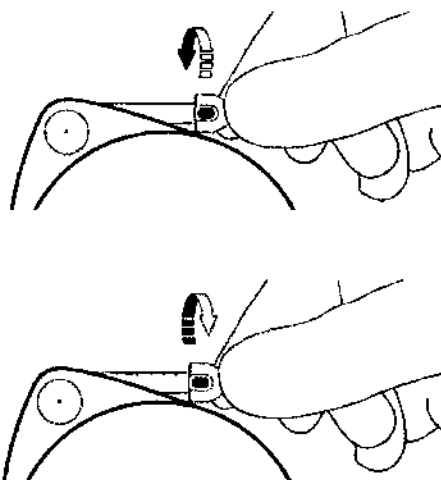

Figura 25. Gire el conector para comprobar si está fijado correctamente a la bomba.
c. Gire el conector sin sutura para bomba 90° hacia la derecha y hacia la izquierda. Asegúrese de sentir un ajuste correcto y de que el portal del catéter no es visible desde ninguna posición (Figura 25).